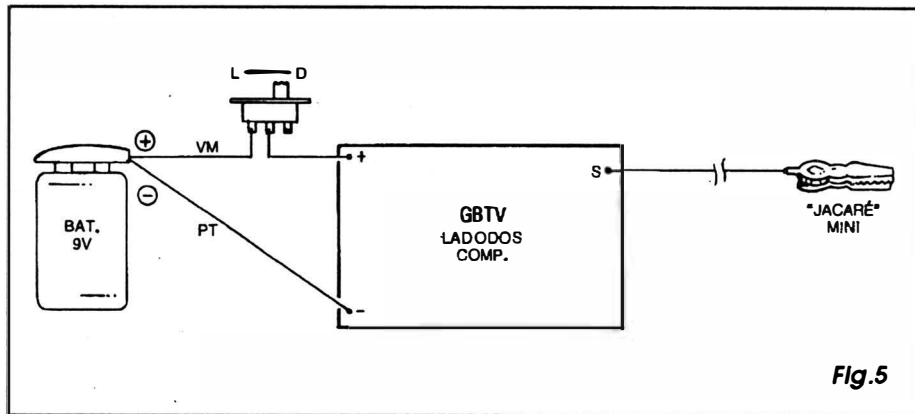

Fig.5
- FIG. 5 - CONEXÕES EXTERNAS À PLACA - Muito simples e diretas, as ligações da placa pra fora encontram-se detalhadas na figura... Restringem-se às conexões à bateria, via *clip*, devendo ser respeitada rigorosamente a polaridade, sempre com o fio **vermelho** correspondendo ao **positivo** e fio **preto** representando o **negativo** (respectivamente ligados aos pontos (+) e (-) da placa...), e lembrando de intercalar eletricamente o interruptor geral no cabo do **positivo**... A outra única ligação externa refere-se ao *rabicho* de saída, conetado por cabo isolado fino e flexível, simples (25 a 50 cm.) ao ponto S do impresso, e com a pequena garra *jacaré* isolada soldada à sua extremidade livre...